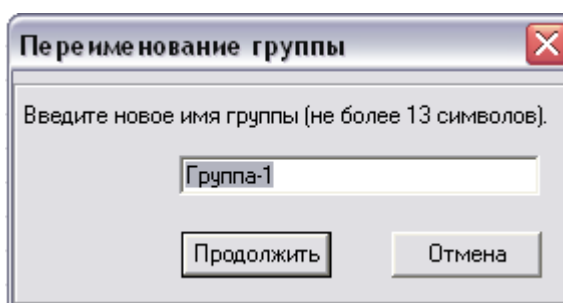

Рисунок 51
- в появившемся диалоговом окне (рисунок 51) ввести новое имя группы (не более 13 знаков);